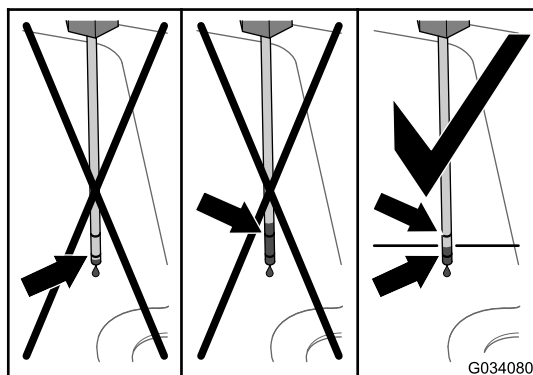

Figura 99
6. Îndepărtați joja și verificați nivelul uleiului (Figura 99).
7. Adăugați uleiul hidraulic specificat în tubul de umplere până când nivelul acestuia ajunge între cele 2 marcaje ale jojei (Figura 99).